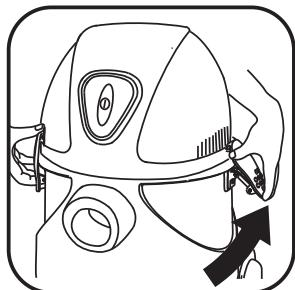
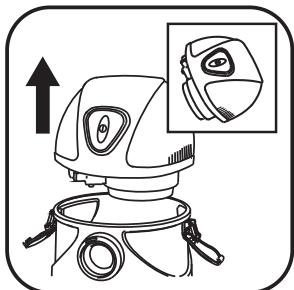

fig. 1
fig. 2
- Ouvrez les clips de fixation (Fig. 1), détachez le logement du moteur (Fig.2) et placez-le à l'envers.